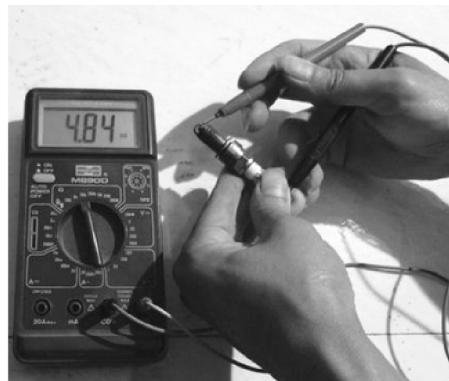

图 4-13 测量火花塞的电阻
(3) 用万用表检测火花塞的电阻。如图 4-13 所示, 用万用表测量火花塞的电阻, 应为  $2000\Omega$  左右, 过大或过小应更换。